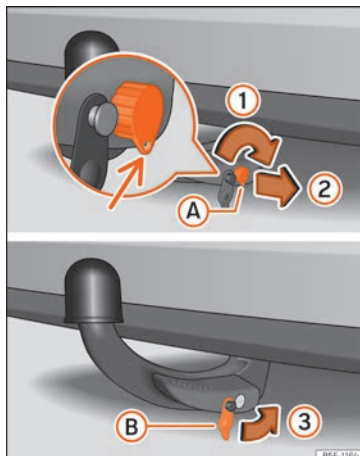

Fig. 255 Colocação do gancho de reboque. Passo 2
- Rode a chave para a direita apenas meia volta, até que o orifício da chave fique abaixo »» Fig. 255 (1).
- Retire a chave (2).
- Coloque a tampa (B) na fechadura (3) »» Fig. 255 »» ⚠.